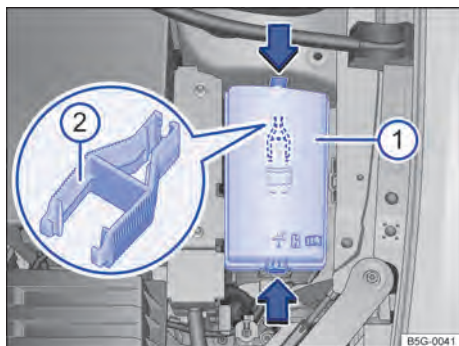

Fig. 179 No compartimento do motor: cobertura ❶ da caixa de fusíveis com pinça de plástico ❷.
→ Fig. 179 ❶, para destravar a cobertura da caixa de fusíveis.
No lado interno da cobertura da caixa de fusíveis no compartimento do motor pode haver uma pinça de plástico → Fig. 179 ❷ para a retirada dos fusíveis.
❶ NOTA